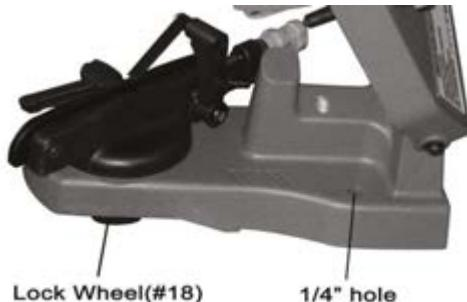

Рис. 3
- При установке станка для заточки на верстак убедитесь, что блокировочное колесо доступно, как показано на Рис. 3.